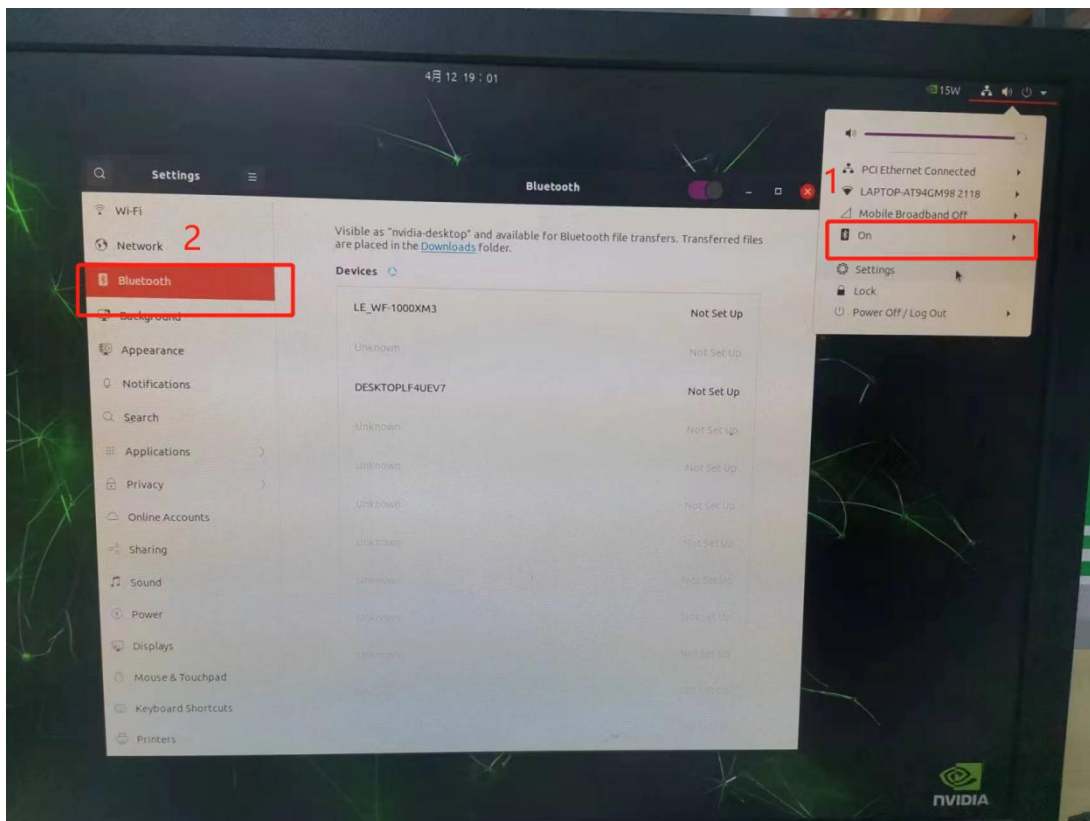

图 3-40
2) 点击屏幕左边设置，在弹出的窗口中点击“Bluetooth”。如图 3-40